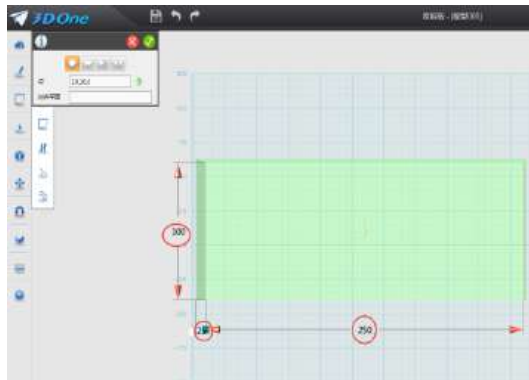

图 7-3
2.绘制铅笔盒草图：鼠标移到屏幕最左侧第一个图标“基本实体”命令里面的“六面体”命令，鼠标再移动舞台中间位置，绘制长：250，宽：100，高：25 的长方体，如图 7-3。